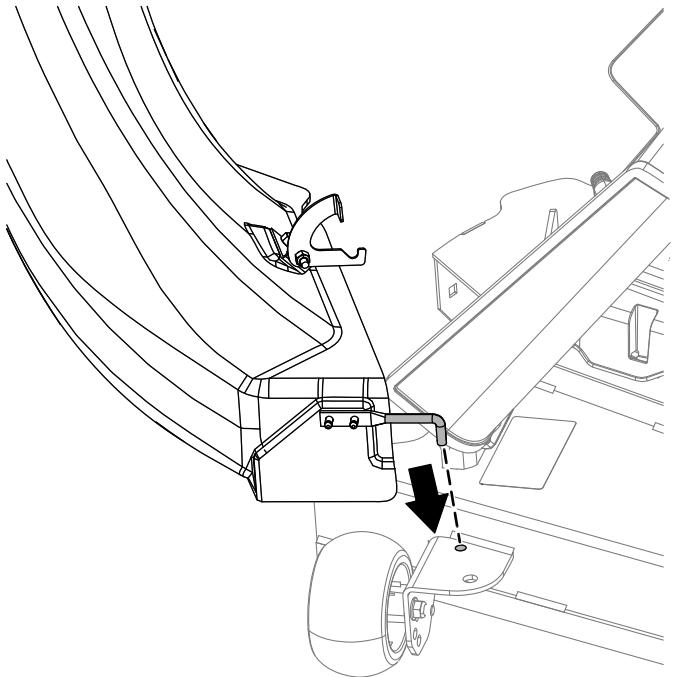

Figura 16
1. Incline a calha e instale o pino no furo na plataforma do cortador como se mostra na Figura 16.